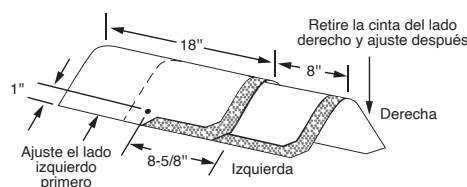

Figura 16-16: Instalación de las tejas Shangle Ridge® en limas y cumbreras.
7. Sujete cada remate con dos sujetadores (ver figura 16-16). La longitud de los sujetadores deben ser 1 3/4" (45 mm) o más, de tal manera que penetren 3/4" (19 mm) en la base o la atraviesen por completo, dejando expuestas al menos 1/8" (3.2 mm) de la punta del clavo. Exponga 8" (203 mm) del accesorio a lo largo de la línea de la cumbrera o lima. Cubra todos los sujetadores.